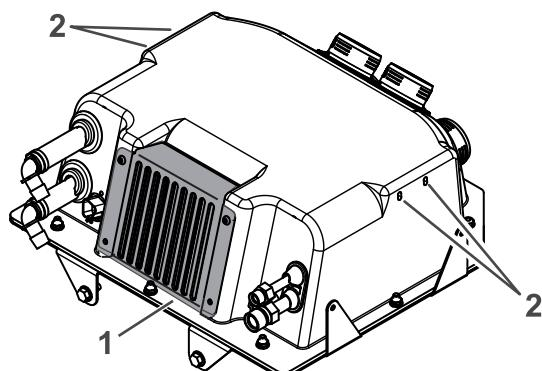

Figura 20
- 5. Remova a tampa existente sobre o filtro de ar e os quatro parafusos na lateral do conjunto do sistema AVAC. Deite fora a tampa e os parafusos (Figura 20).